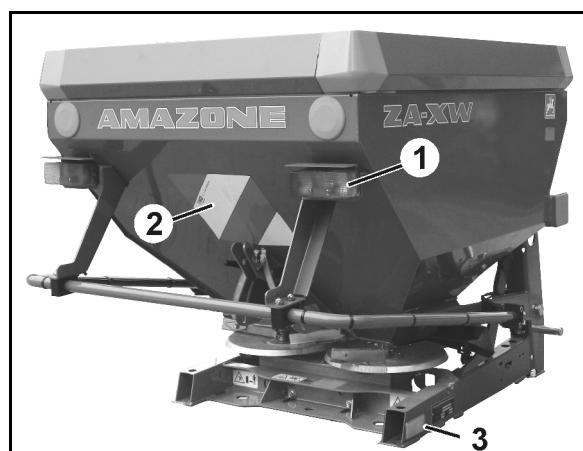

Рис. 10
**ZA-XW:** Рис. 10/...
- (1) Задние габаритные фонари, стоп-сигналы, и указатель поворотов
- (2) Задний предупреждающий щиток